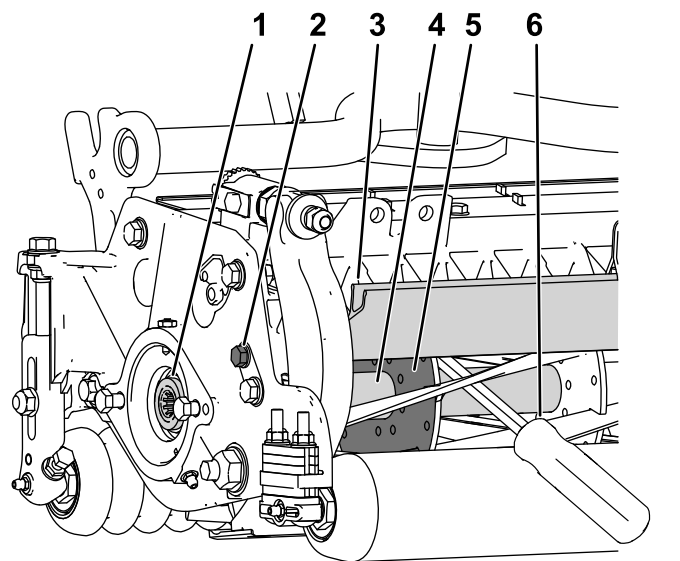

Figura 26
1. Desaperte o parafuso do resguardo no lado esquerdo da unidade de corte e eleve o resguardo traseiro (Figura 26).
2. Insira um pé de cabra de cabo longo (recomendado  $\frac{3}{8}$  pol. x 12 pol. com pega de chave de parafusos) através da traseira do cilindro de corte, o mais próximo do lado da unidade de corte que irá apertar (Figura 26).
3. Coloque o pé de cabra contra o lado soldado da placa de suporte do cilindro (Figura 26).